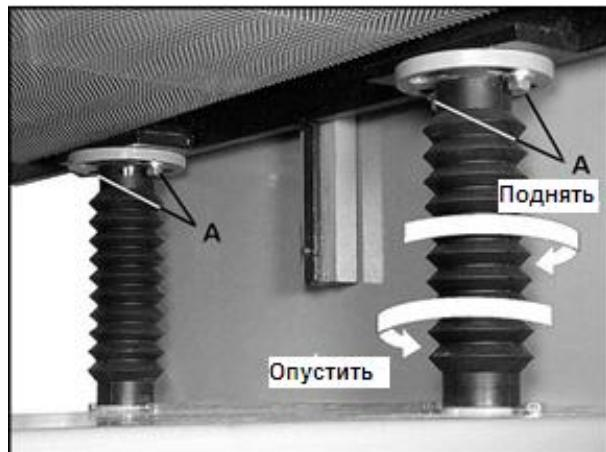

Рисунок 18
3. В той части стола, которую необходимо отрегулировать, ослабьте два болта (A, Рис. 18) на кронштейне подъемного винта и поверните кронштейн по мере необходимости. (Подъемный винт защищен пылезащитным кожухом.) Поверните подъемный винт по часовой стрелке, чтобы опустить стол в этой области, против часовой стрелки, чтобы поднять стол (см. Рисунок 18).
4. Затяните болты (A, Рисунок 18).